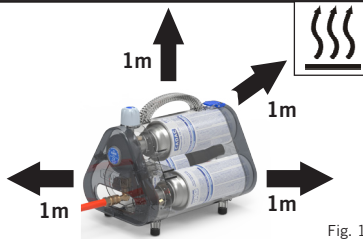

Fig. 1
- Sett Power Pak aldri på en ovn og sett den minst 1 meter unna enhver varmekilde (Fig. 1). Pass også på at den ikke plasseres i omgivelser hvor temperaturen er høyere enn 40°C.